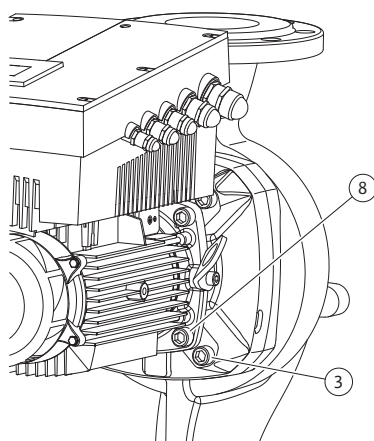

Fig. 50: Fissaggio opzionale del set di innesto
11. Allentare e rimuovere le viti (fig. 7, pos. 3). A seconda dei tipi di pompa si devono utilizzare le viti esterne (fig. 50, pos. 3). Il set di innesto (vedi fig. 13) dopo la rimozione delle viti rimane al sicuro nel corpo pompa, anche in caso di posizione orizzontale dell'albero del motore non sussiste pericolo di ribaltamento.
16. A seconda del tipo di pompa allentare le viti (fig. 7, pos. 10) o in alternativa le viti (fig. 50, pos. 8).
22. Spingere cautamente la lanterna sull'albero e posizionarla nella posizione precedente o nella nuova posizione angolare desiderata rispetto alla flangia motore. Attenersi alle posizioni di montaggio ammesse per i componenti (vedi capitolo 7.1 "Posizioni di montaggio ammesse e modifica della disposizione dei componenti prima dell'installazione" a pagina 86). Fissare la lanterna alla flangia motore con le viti (fig. 7, pos. 10) o, nel caso dei tipi di pompa/lanterna secondo (fig. 50), con le viti (fig. 50, pos. 8).